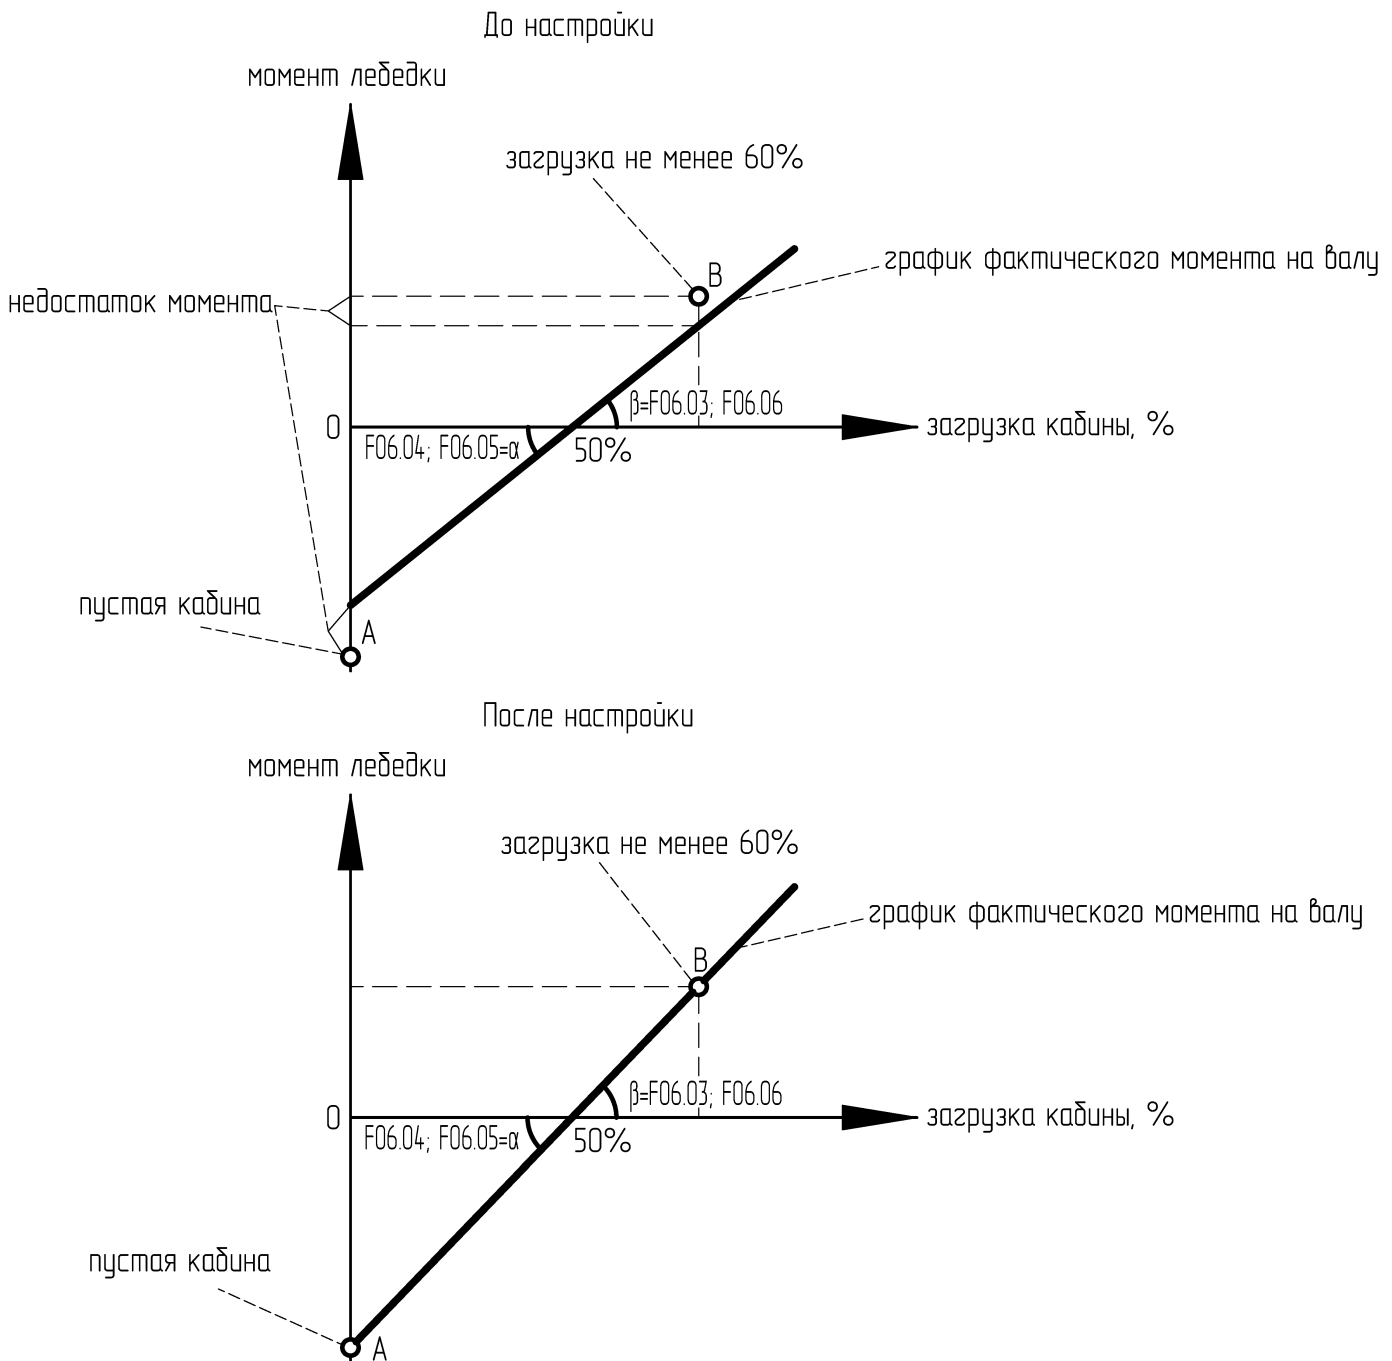

Рисунок 8.4 – Принцип настройки противоотката
7. **Определение момента точки А (рисунок 8.4):** Подать команду «Вверх» от устройства управления и следить за перемещением кабины. При откате кабины вверх необходимо увеличивать значение коэффициента **F06.04**, при откате кабины вниз необходимо уменьшать значение коэффициента **F06.04** до пропадания отката. Затем установить значение **F06.05 = F06.04**, подать команду на движение вниз, откат должен отсутствовать.
8 **Определение момента точки В (рисунок 8.4):** загрузить кабину не менее 60% от номинала. Далее подать команду «Вверх» от устройства управления и следить за перемещением кабины. При откате кабины вверх необходимо уменьшать значение коэффициента **F06.03**, при откате кабины вниз необходимо увеличивать значение коэффициента **F06.03** до пропадания отката. Затем установить значение **F06.06 = F06.03**, подать команду на движение вниз, откат должен отсутствовать.